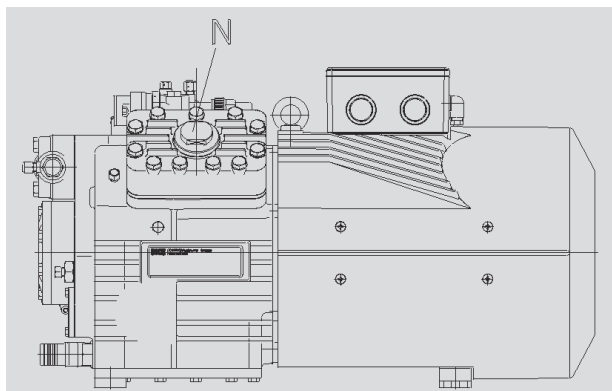

Bild 13, Fig. 13
Die Verdichtertypen HG(HA)4, 5, 6, HG7 und HG8 sind serienmäßig für die Nachrüstung auf Leistungsregulierung vorbereitet. Hierzu muss lediglich der Stopfen N durch das Leistungsreglerventil ersetzt werden (Bild 13). Ein Austausch des Zylinderdeckels ist nicht notwendig.
The compressor types HG(HA) 4 to 6, HG7 and HG8 are prepared for capacity regulation in series. For this purpose the plug N has to be replaced by the capacity regulation valve (fig. 13). The cylinder cover does not have to be changed.
Les types de compresseurs HG(HA) 4 à 6, HG7 et HG8 sont préparés pour la régulation de puissance en série. A cet effet il faut remplacer le bouchon N par la vanne de régulation (fig. 13). Il n'est pas nécessaire de changer la culasse.